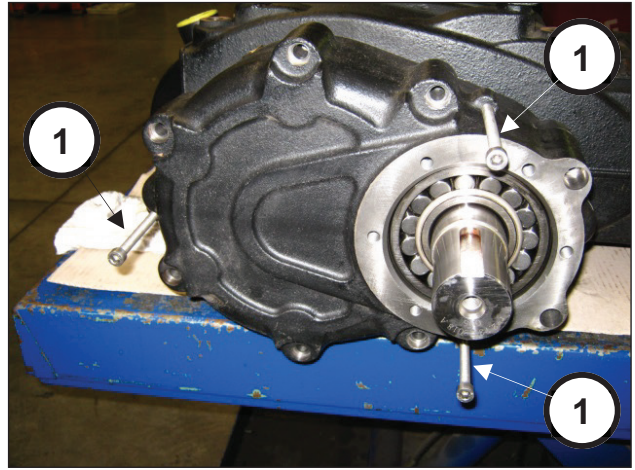

Fig. 7
Positionner 3 goujons ou vis filetées M8 (rep. ①, Fig. 7) faisant office d'extracteurs dans les trous appropriés.